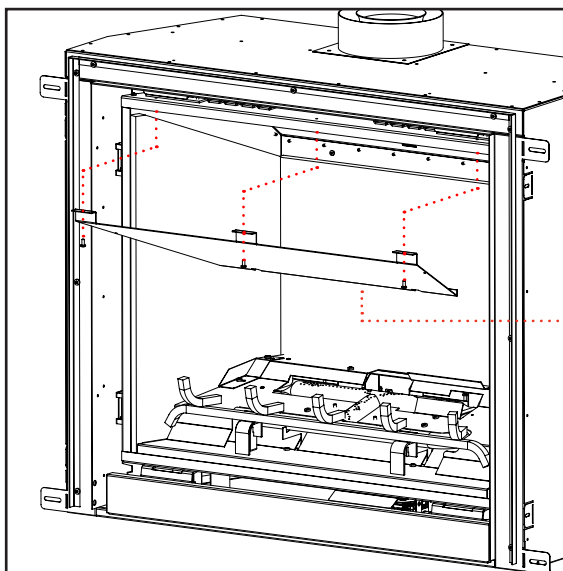

Figure 39b.
**Étape 3.** À l'aide d'un tournevis T20, retirez les fixations X3 fixant le déflecteur d'échappement en place. Fig.39b
**Étape 8.** À l'aide des vis X3 T20, fixez l'avant du déflecteur d'échappement au dessous de la chambre de combustion. Fig 39b.